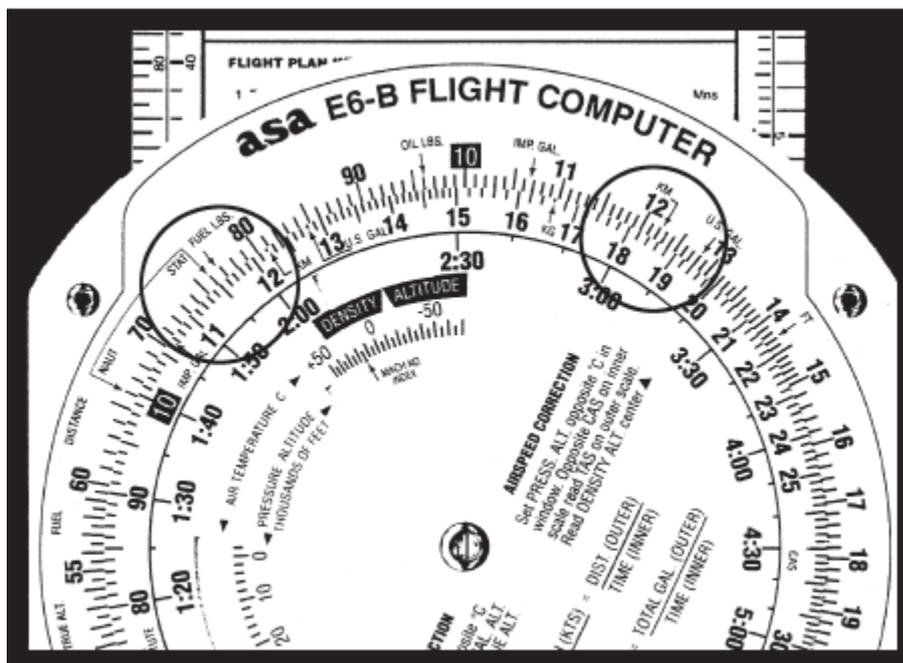

Figure 9
2. Lisez 185 sous la marque **KM**. Voir Figure 9.